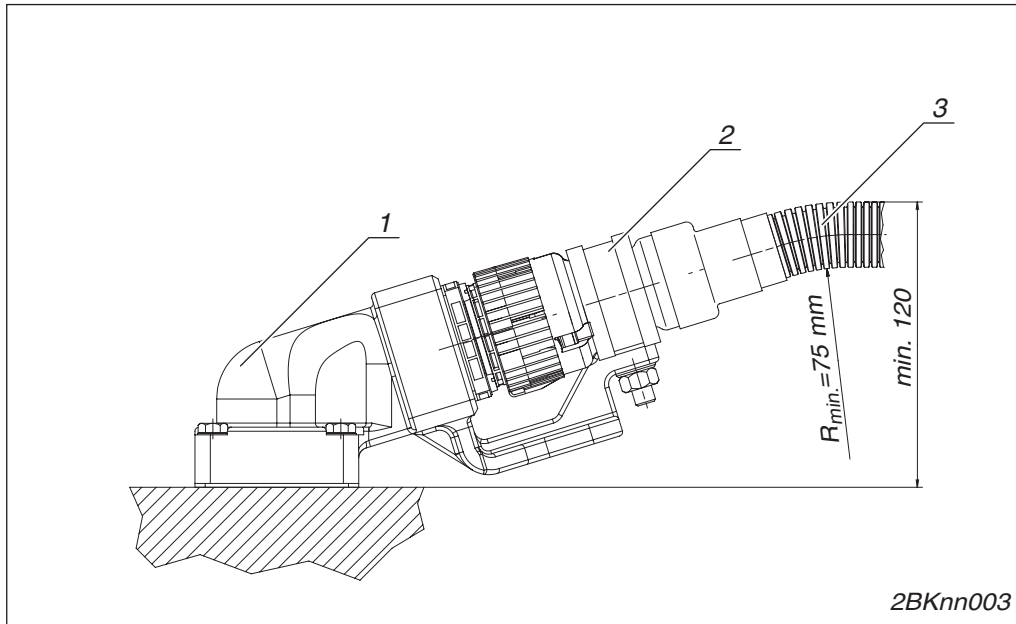
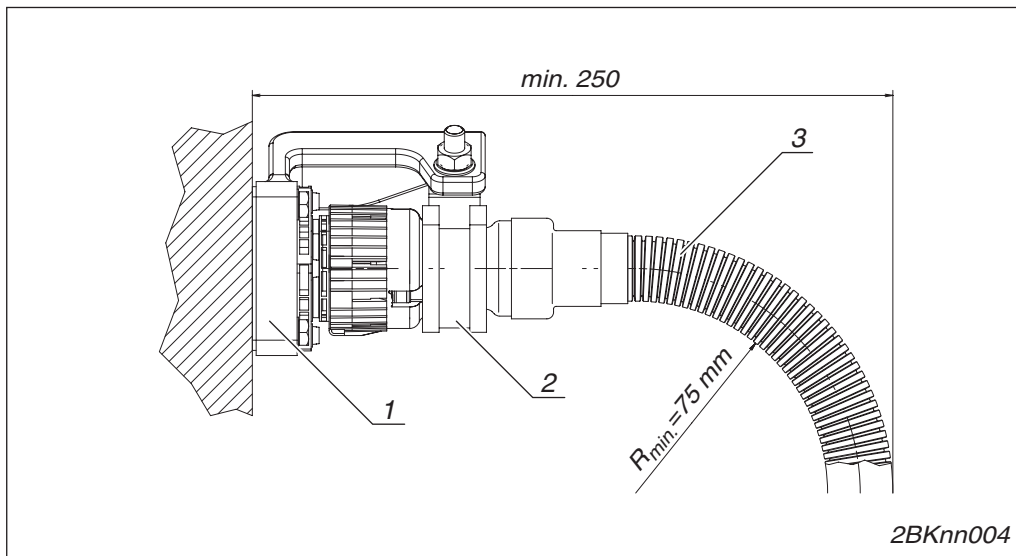

Fig. 2-3 Steckverbindung Getriebe 17° - Getriebekabel (Kabel1)
Fig. 2-4 Steckverbindung Getriebe 90° - Getriebekabel (Kabel1)
- Getriebestecker am Getriebegehäuse (→ Fig. 2-3 und → Fig. 2-4)